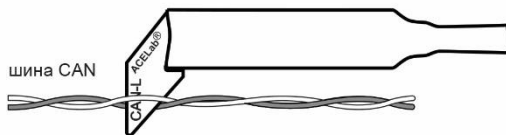

Рис. 4.
- для определения провода CAN H и CAN L, вставьте щуп между проводами витой пары шины CAN как указано на Рис.4. Провод CAN H должен прилегать к стороне «CAN H» считывателя, а провод CAN L - к стороне «CAN L». В случае отсутствия сигналов индикации шины, переверните щуп на 180 град.;